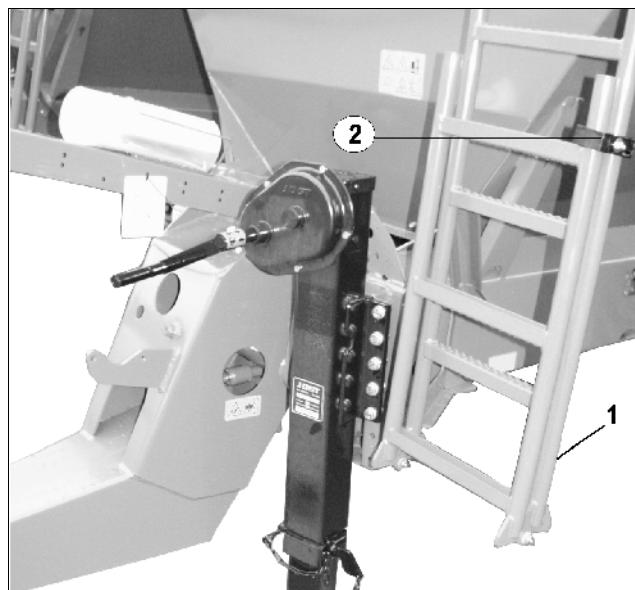

Рис. 45
- Для чистки, технического обслуживания и ремонта поднимайтесь в бункер при помощи откидной лестницы (Рис. 45/1).
- Поднимите зажим (Рис. 45/2).
- Откиньте лестницу (Рис. 45/1).